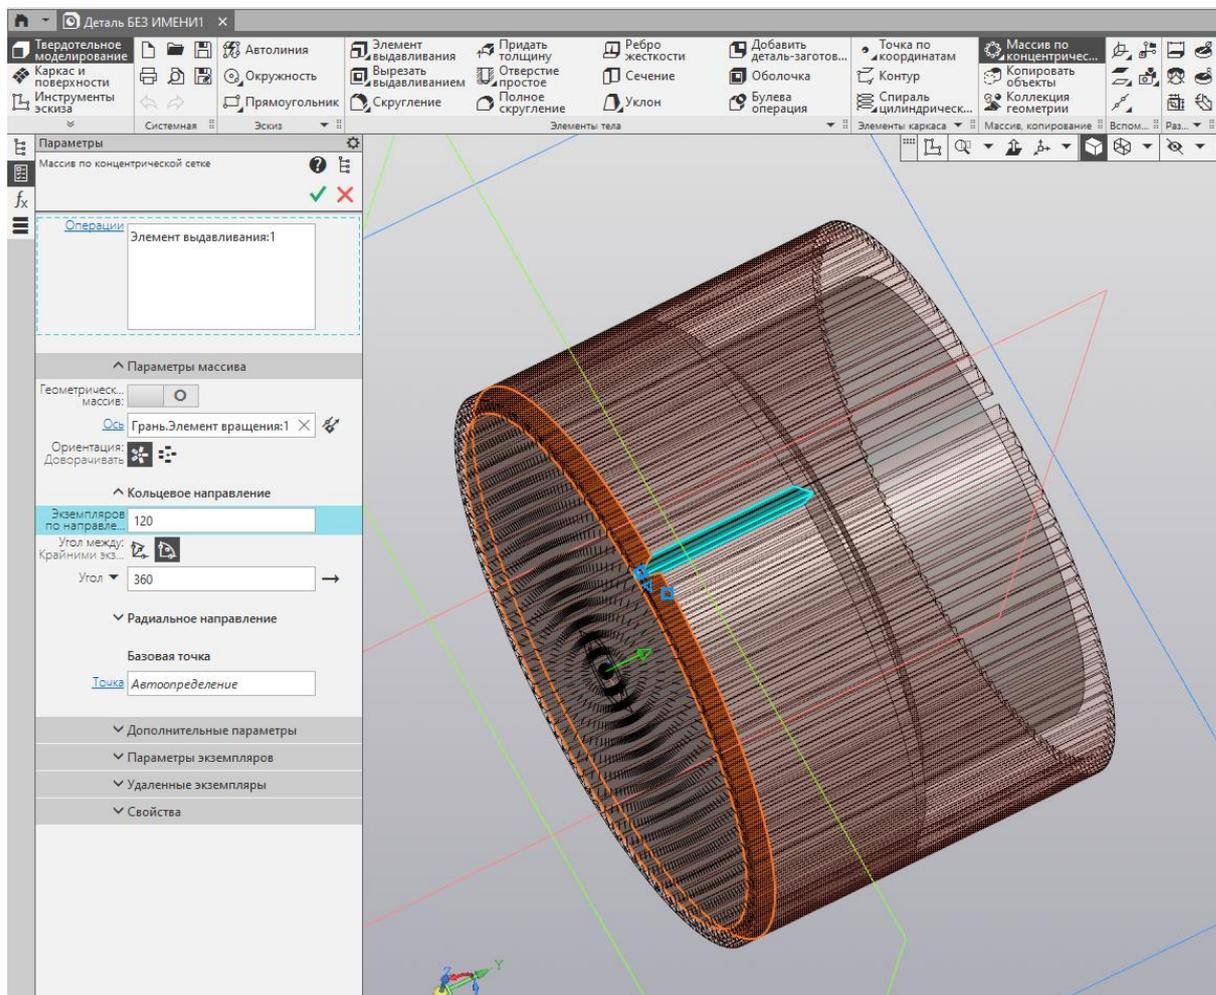

Рисунок 8 – Параметры массива по концентрической сетке
1.5 Размножьте канавку, используя команду «Массив по концентрической сетки»  Массив по концентричес...». В настройках массива (рис. 8) в строке операции укажите ваш элемент выдавливания (канавку) и ось – грань большой поверхности вращения. Убедитесь, что включена ориентация «Доворачивать»,